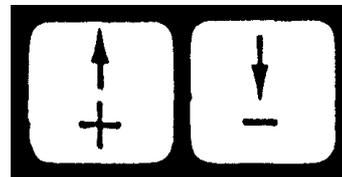

Fig. 1
4.2.1 Tasti d'impostazione +/- (Fig. 1)